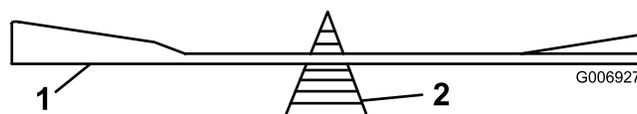

Figure 34
2. Vérifiez l'équilibre de la lame en la plaçant sur un équilibreur (Figure 34). Si la lame reste horizontale, elle est équilibrée et peut être utilisée. Si la lame est déséquilibrée, limez un peu le dos de la lame. Répétez la procédure jusqu'à ce que la lame soit équilibrée.